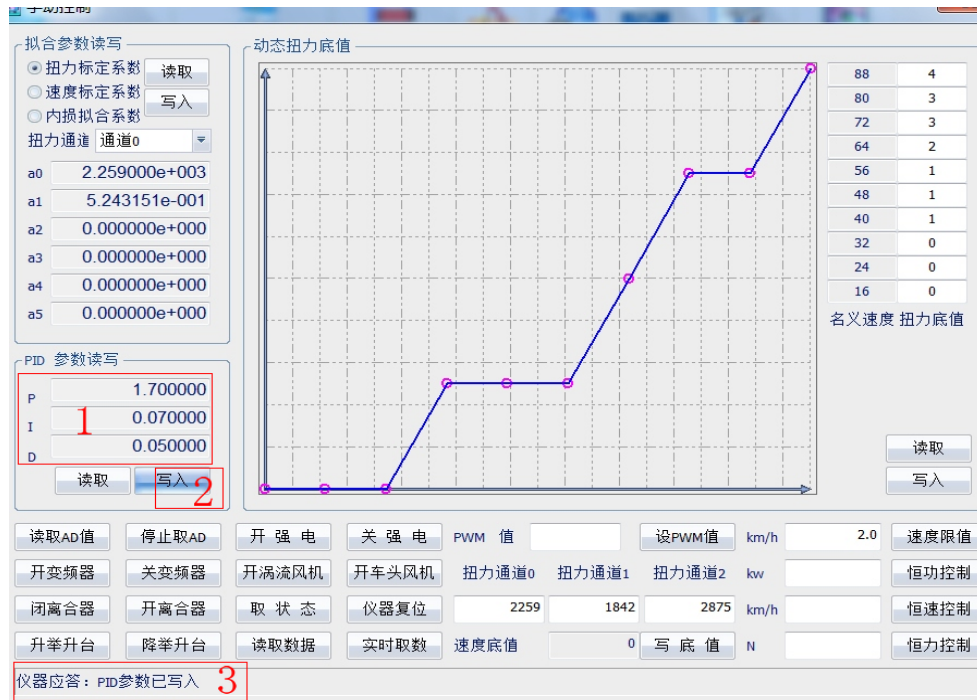
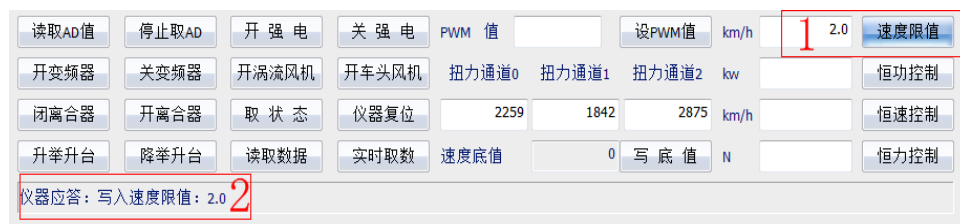

图 4.6 PID 参数写入
图 4.7 写入速度限值
(2)、“设备参数写入”主要写入 PID 参数以及恒功、恒速、恒力控制的速度限值（当速度低于该值时，控制无效）。在图 4.6 中“1”所示的位置输入 PID 参数（P-1.7, I-0.07, D-0.05），点击“写入”，根据对话框下面提示判断是否写入成功。在图 4.7 中“1”所示的位置输入速度限值（2.0），点击“速度限值”，根据对话框下面提示判断是否写入成功。